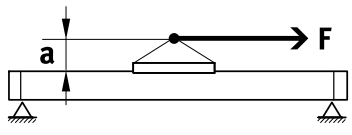

Fig. 8 Размещение полезной нагрузки
• Расположите нагрузку так, чтобы опрокидывающий момент в результате действия силы F (параллельно оси перемещения) и плеча рычага "а" оставался как можно меньше → Fig.8.